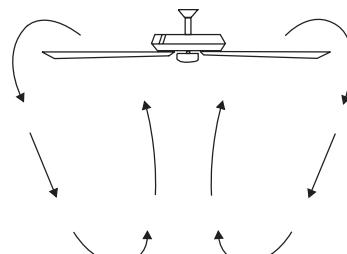

Figura 26
**Operación en clima frío:** Retroceso (en sentido de las agujas del reloj). Un flujo de aire ascendente remueve el aire caliente del techo (Figura 26). Esto le permite configurar su unidad de calefacción en una configuración más fría sin afectar su comodidad general.